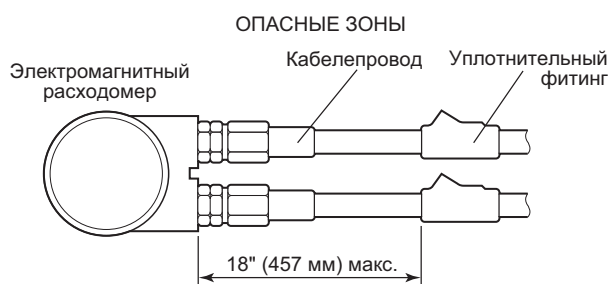

Рисунок 8.2.1 Прокладка электропроводки в кабелепроводе
- В опасных местах электропроводка должна прокладываться в кабелепроводах, как показано на рис. 8.2.1.
(3) Эксплуатация